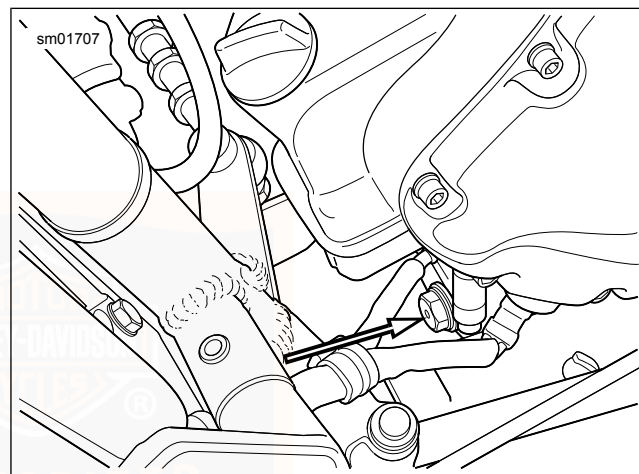

Abbildung 28. Ölablassschraube: V-Rod-Modelle
1. Siehe Abbildung 28. Den Ölablassstopfen entfernen und das Öl vollständig ablassen.
6. Siehe Abbildung 28. Den Motorölablassstopfen einsetzen. Den Ablassstopfen auf ein Drehmoment von 30–40 N·m (22–30 ft-lbs) anziehen.